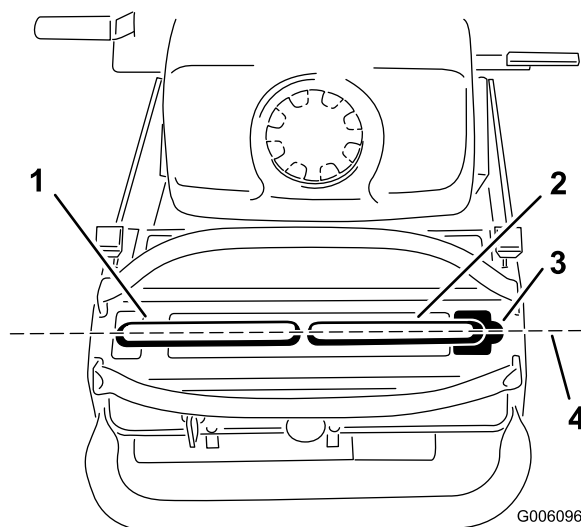

Figure 44
Important: Vérifiez que l'alignement de la machine est correct après avoir réglé les leviers de commande de déplacement. Après avoir réglé la correction directionnelle, il se peut que les leviers de commande de déplacement ne s'alignent pas exactement d'avant en arrière (Figure 44).
1. Une fois l'alignement horizontal effectué, vérifiez l'alignement avant/arrière (Figure 44).